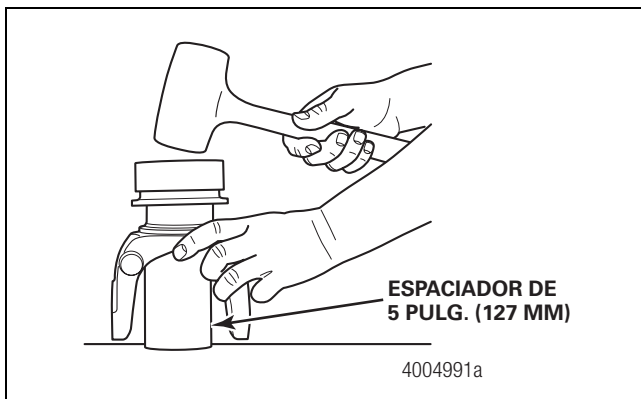

Figura 7
- **Si no cuenta con una prensa:** Coloque el yugo sobre un espaciador de 5 pulgadas (127 mm) en un banco de trabajo. Use un martillo de impacto reducido y el instalador adecuado para colocar la camisa en el yugo. Figura 7.